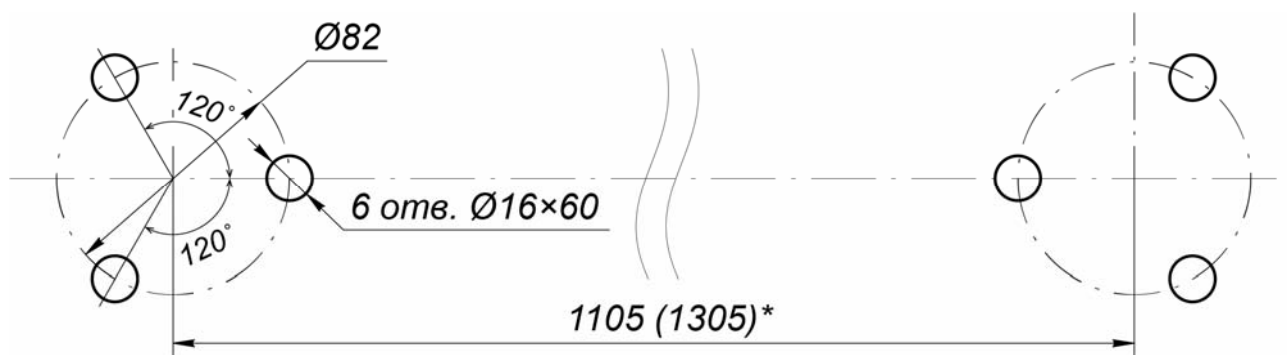

Рисунок 14. Расположение отверстий под анкерные болты во фланцах стоек поворотной секции ограждения с механическим УБ
- Разметьте и просверлите отверстия на установочной поверхности под анкеры PFG IH 10 «SORMAT» в соответствии со схемой разметки (см. рис. 14). Сначала размечаются центры установки стоек секции ограждения, затем от них размечаются точки крепления стоек, допускается использование в качестве шаблона непосредственно самих фланцев стоек.